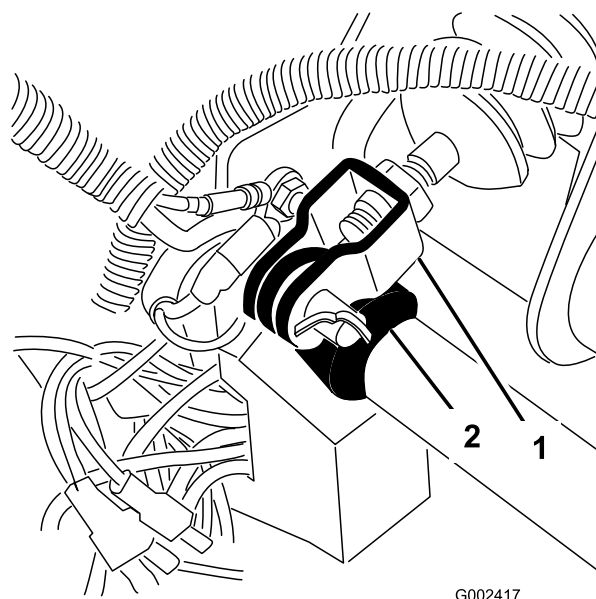

Figura 68
1. Retire o contrapino e o passador de forquilha que fixam a culatra do cilindro principal ao ponto de articulação do pedal de travão (Figura 68).
3. Liberte as porcas de segurança que fixam a culatra ao eixo do cilindro principal (Figura 68).